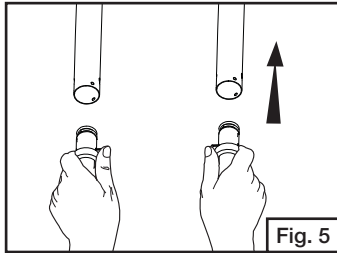

Fig. 5
- Extienda los tubos telescópicos hasta la manija de remolque. Oprima los botones de la manija y presiónelos hasta que encajen en su lugar. (Fig. 5)